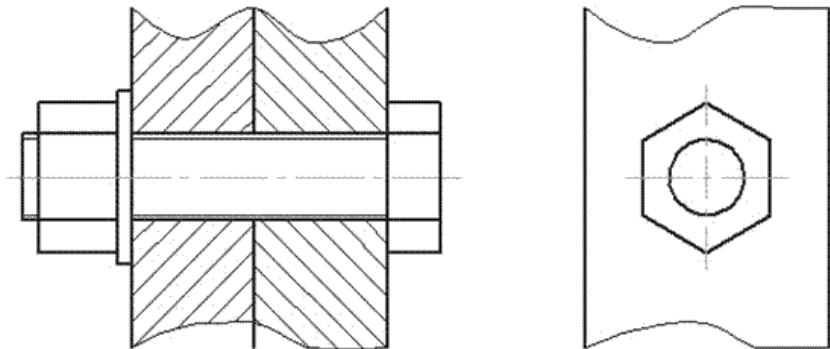

Рис. 113
7. Завершить построение фрагментов конструктивного изображений болтового соединения удалением лишних линий, созданием линии отверстия во фланцах и штриховки (рис. 113).